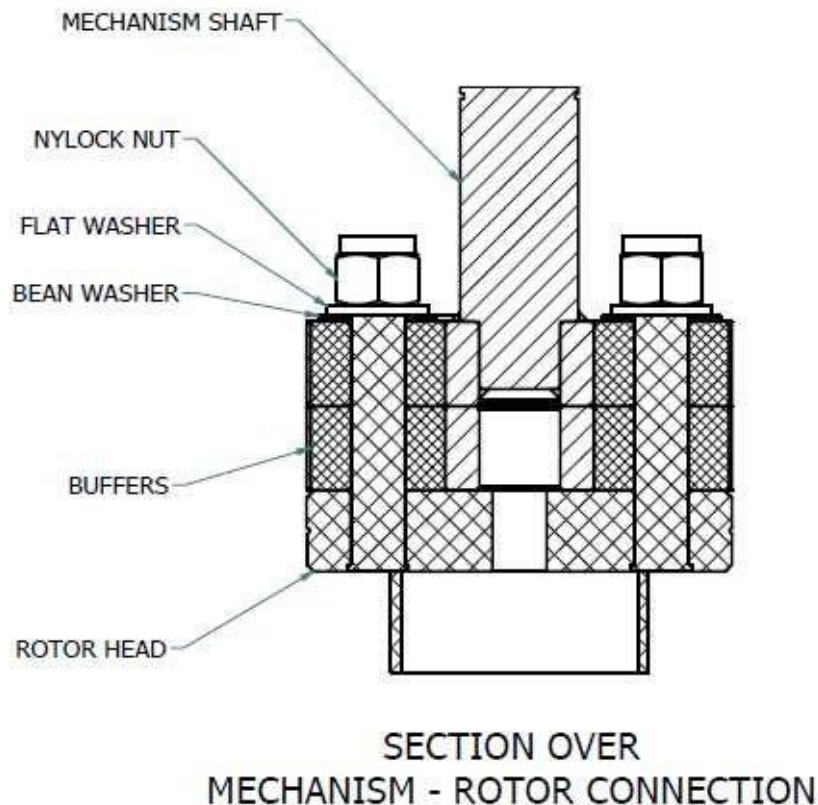

Abbildung 15: Montage des oberen Zahnkranzes an der Mechanismuswelle
- 5.19. Platzieren Sie den oberen Spider mit den Puffern, der Bohnenwaschmaschine, den Unterlegscheiben und den M16-Nylock-Muttern auf der unteren Scheibe des Mechanismus. Siehe *Abbildung 14* und *Abbildung 15*.